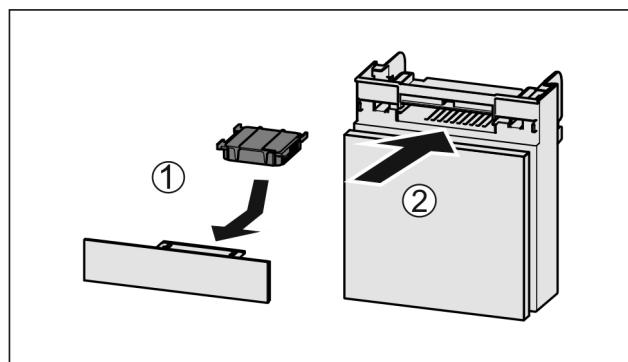

Fig. 115
- Поставете Fig. 115 (1) филтъра с активен въглен, както е показано на фигурата.
- Вкарайте Fig. 115 (2) отделението.